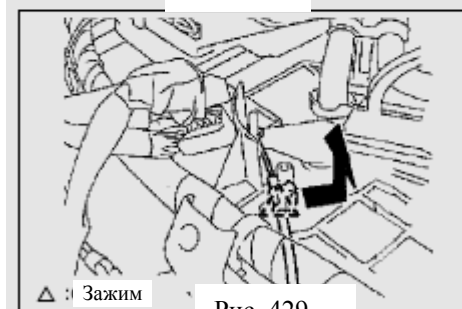

Рис. 429
(1) Снимите фиксирующий зажим и снимите средний трос воздушной заслонки (рис. 429)